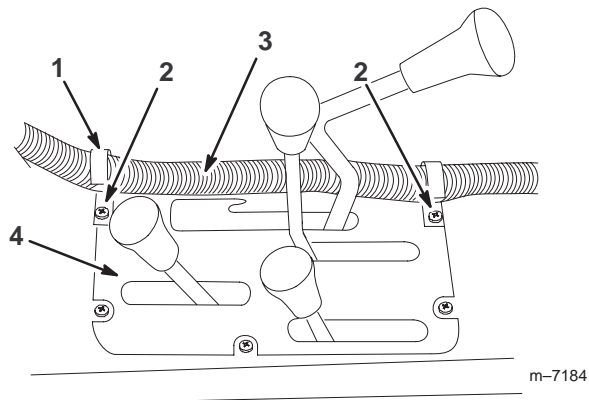

Figura 21
5. Instale dos abrazaderas en la consola central en los puntos indicados en la Figura 21 usando los tornillos existentes.